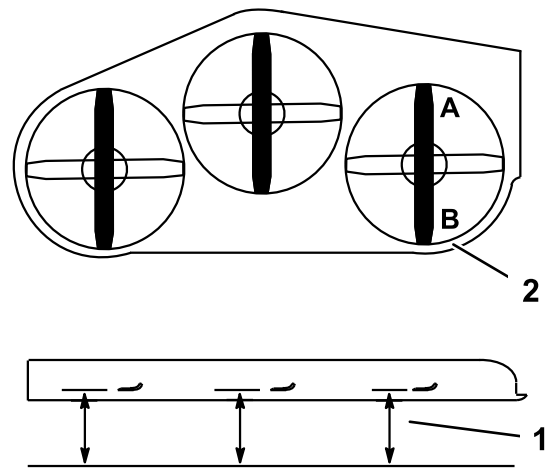

Figure 96
2. Tournez une lame dans le sens longitudinal. Mesurez la distance aux points **A** et **B** entre une surface plane et le bord coupant des pointes des lames (Figure 96).